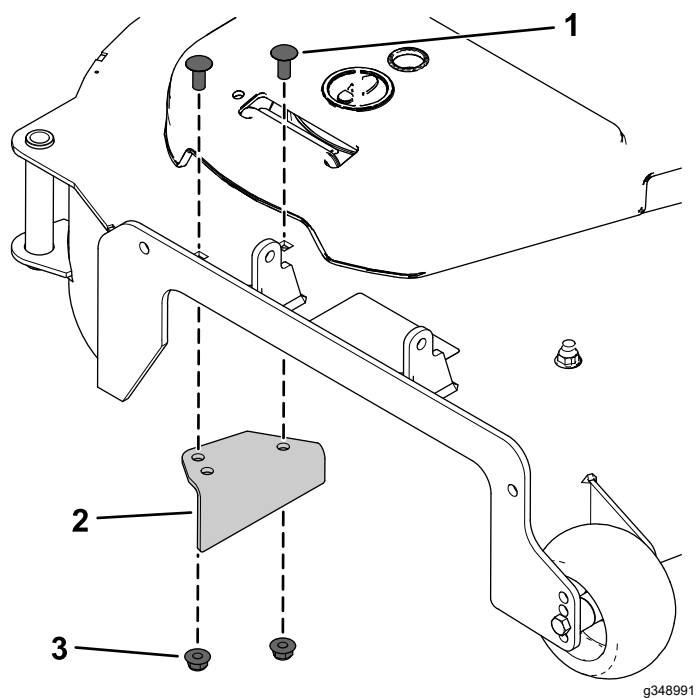

Figura 6
4. Instale o novo abafador de descarga utilizando dois parafusos de carroçaria ($\frac{3}{8}$ pol. x $\frac{7}{8}$ pol.) e duas porcas de bloqueio ($\frac{3}{8}$ pol.), como se mostra na Figura 6.